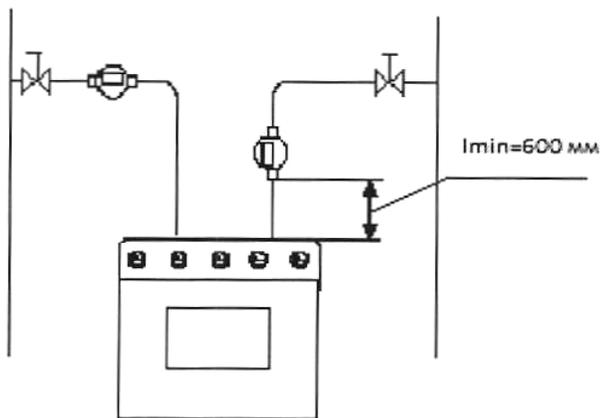

Рисунок 1
10.2.1 Счетчик подлежит установке в разрыве газопровода на горизонтальном или вертикальном участке (см. рисунок 1) в месте, удобном для считывания показаний.